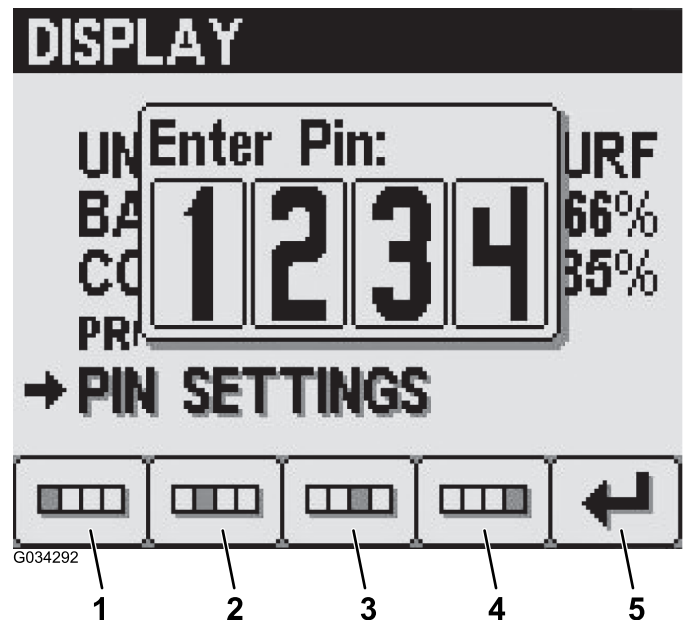

Bild 15
2. Geben Sie die PIN mit den Tasten 1 bis 4 ein und drücken Sie Taste 5, um die PIN-Eingabe abzuschließen (Bild 15).
4. Geben Sie mit den Tasten 1 bis 4 die alte PIN ein und drücken Sie Taste 5, um die PIN-Eingabe abzuschließen (Bild 15).